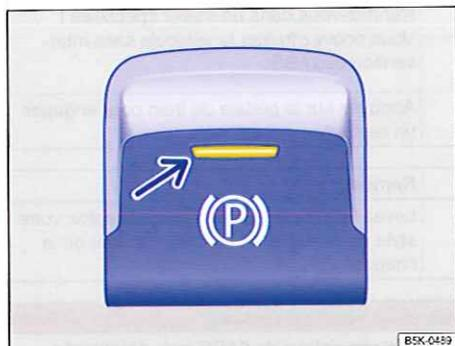

Fig. 150 Dans la partie inférieure de la console centrale : touche du frein de stationnement électronique
- Tirez la touche   $\Rightarrow$  fig. 150 et maintenez-la dans cette position.
- Lorsque le témoin de contrôle intégré à la touche  $\Rightarrow$  fig. 150 (flèche) et le témoin de contrôle rouge sont allumés  sur l'afficheur du combiné d'instruments, le frein de stationnement électronique est actionné  $\Rightarrow$  page 208.
- Appuyez sur la touche   $\Rightarrow$  fig. 150. Appuyez en même temps à fond sur la pédale de frein ou appuyez légèrement sur l'accélérateur lorsque le moteur tourne.
- Le témoin de contrôle intégré à la touche  $\Rightarrow$  fig. 150 (flèche) et le témoin de contrôle  rouge sur l'afficheur du combiné d'instruments s'éteignent.
Vous pouvez empêcher le desserrage automatique du frein de stationnement électronique en tirant de manière continue la touche   $\Rightarrow$  fig. 150 vers le haut pendant le démarrage.
- Maintenez la touche   $\Rightarrow$  fig. 150 tirée pour freiner le véhicule efficacement. Un signal sonore retentit en même temps.